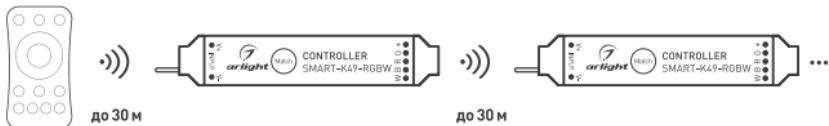

Рисунок 2. Ретрансляция сигнала от пульта ДУ [до 30 м на открытом пространстве]
- 3.7. Все контроллеры автоматически ретранслируют сигнал от пульта ДУ или панели управления [рисунок 2]. Расстояние между контроллерами на открытом пространстве может достигать 30 м.